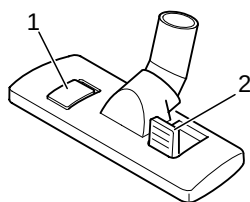

Abb. 9
5. Stellen Sie den Umschalter Teppich/Hartboden (Abb. 9) ihrem Bodenbelag entsprechend ein:
- **Hartboden (Abb. 9/1)**
- **Teppich (Abb. 9/2)**